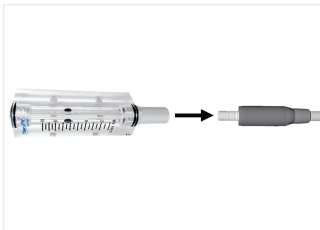

FIG. 5
5. Placer le débitmètre sur l'embout nasal, activer l'air de refroidissement, puis mesurer le débit d'air. La valeur se mesure au milieu de la bille du débitmètre selon la norme JIS B7551. FIG. 5.